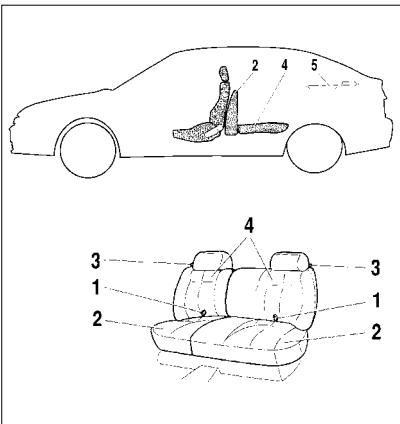

Рис. 11. Заднее сиденье
– потяните за петли 1 (рис. 11) и поставьте подушки 2 в вертикальное положение. При необходимости сдвиньте передние сиденья немного вперед;